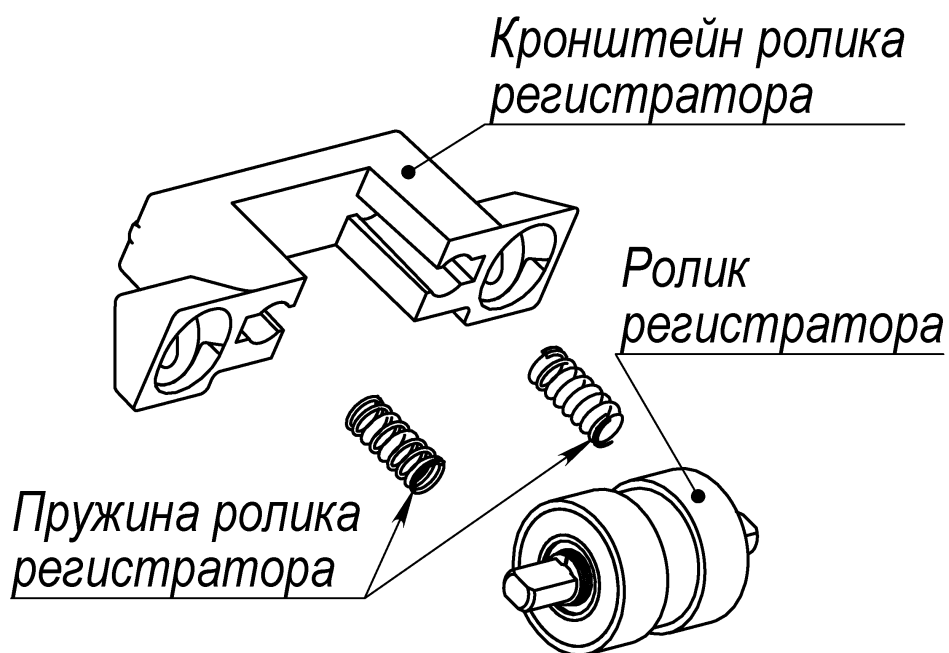

Рис. 30
8.9.2 Извлечь ролик регистратора и пружины из кронштейна (см. Рис. 30).